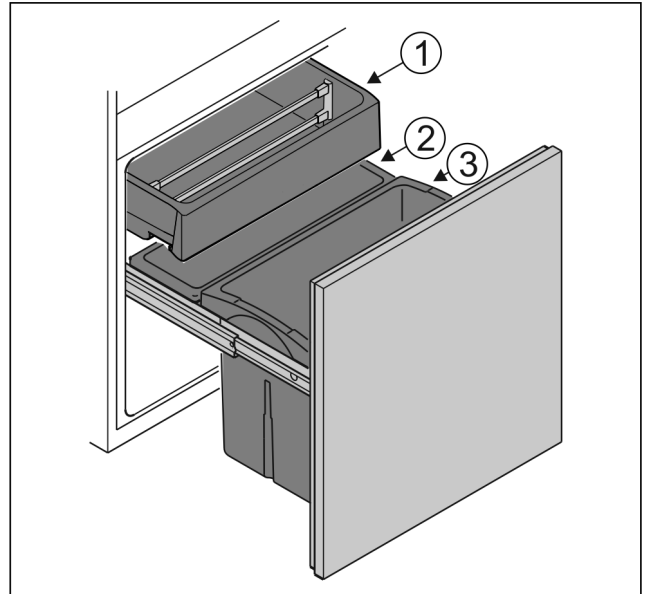

Fig. 6
- ▶ Behälter Fig. 6 (1): Unverpacktes Gemüse und Süßfrüchte lagern.
- ▶ Behälter Fig. 6 (2): Unverpackte kleine Obst- und Gemüsesorten lagern.
- ▶ Behälter Fig. 6 (3): Einzelne Flaschen lagern.